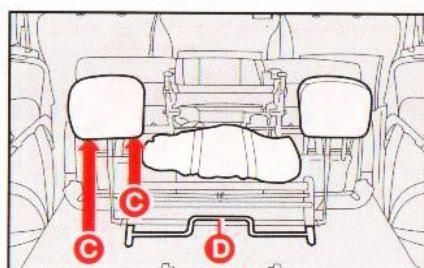

Abb. 128
– Die Kopfstützen in den entsprechenden Aufnahmen **C**, **Abb. 128** im Sitz anordnen.
Wenn Sie den ganzen Sitz herausnehmen wollen, um eine größere Ladefläche zu haben, nach dem Umkippen des ganzen Sitzes den Werkzeugkoffer entfernen (diesen an Bord des Fahrzeugs lassen), dann den Hebel **D-Abb. 128** betätigen und die Haken aus ihren Aufnahmen lösen.